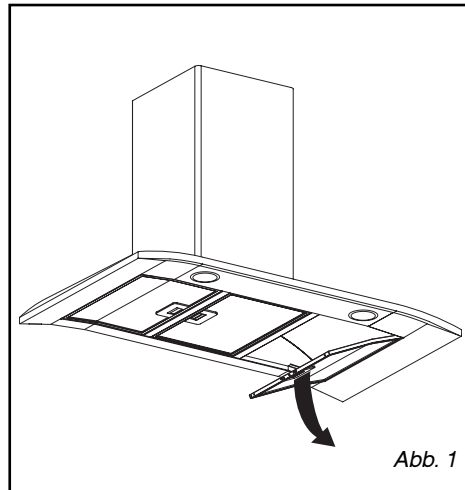

Abb. 1
• Ausbau der Filterkassette (Abb. 1)
- Die Leuchtblende entfernen (Abb. 1).